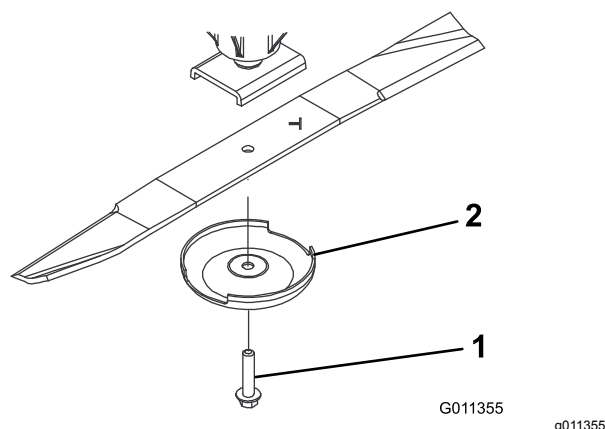

Figura 95
2. Fixe a extremidade da lâmina utilizando um pedaço de tecido ou uma luva grossa. Retire o parafuso da lâmina, o recipiente antidanos e lâmina do eixo (Figura 95).
3. Instale a lâmina, com a aba voltada para a plataforma de corte, com o recipiente antidanos e o parafuso da lâmina (Figura 95). Aperte a porca de bloqueio com 115 a 149 N·m.
Se a lâmina continuar a sofrer este tipo de desgaste irá formar-se uma ranhura entre a aba e a parte plana da lâmina (Figura 95). Eventualmente, pode soltar-se algum pedaço da lâmina e projetar-se, ferindo-o a si ou a qualquer pessoa próxima.